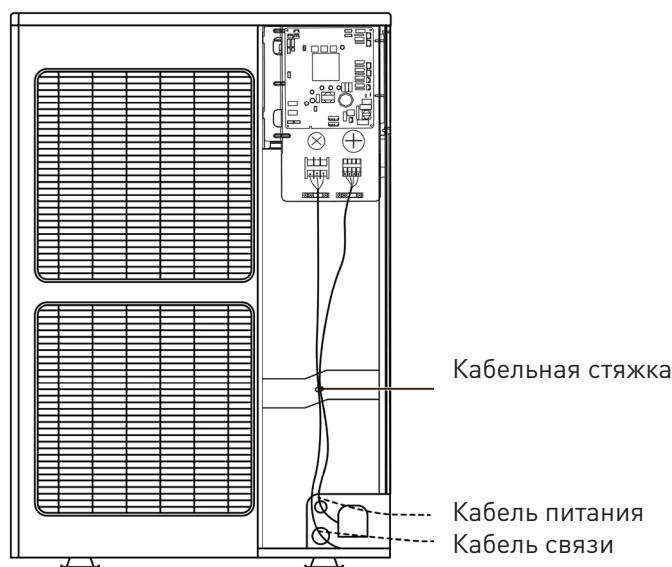

Рис. 4.25 Разводка кабелей
- 1) Для осуществления разводки обратитесь к Рис. 4.25. Если в трассе электропроводки есть отверстие для кабельной стяжки, закрепите провод кабельной стяжкой. Подключите кабель питания и кабель связи к соответствующей клеммной колодке и болту заземления в соответствии со схемой подключения.